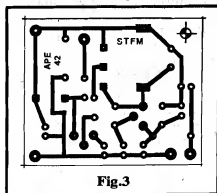

Fig.3
- Tanto o terminal central (B) quanto os extremos (A-C) devem ter suas extremidades raspadas, eliminando-se por cerca de 5 mm) o esmalte isolador que normalmente reveste o fio... Se isso não for feito, a soldagem não poderá ser feita (e mesmo que seja possível, a conexão ficará eletricamente prejudicada...).
- FIG. 3 - O LAY OUT DO CIRCUITO IMPRESSO ESPECÍFICO - Munido do necessário material (placa virgem na dimensão indicada, de fenolite cobreado, decalques ou tinta ácido-resistentes, e o perclororeto de ferro para o corrosão...) o Leitor/Hobbysta poderá fazer a plaquinha em casa, com "uma mão amarrada às costas", de tão simples e fácil! O padrão cobreado encontra-se, na figura, em tamanho natural (escala 1:1), com o que pode ser "carbonado" diretamente, sem problemas. Terminada a corrosão, e após uma cuidadosa limpeza, tudo deverá ser conferido, na busca (e no saneamento) de eventuais defeitos, "curtos", falhas, etc. É fácil corrigir-se qualquer imperfeição antes de se começar a colocar e soldar os componentes... A furação das ilhas deve ser feita com broca bem fininha... Observar, especialmente, as ilhas destinadas à ligação dos terminais do trimmer, que são mais avantajadas, em formato retangular... Dependendo das exatas formas dos terminais do trimmer obtido, poderá ser necessário um certo alargamento nos respectivos furos de inserção e ligação... Esse alargamento é fácil de ser feito, sim-